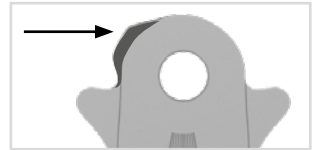

Fig. 31
Si vous n'avez pas besoin des options de transformation (voir paragraphe 11), vous pouvez limer complètement le crochet sur la ligne verticale (Fig. 31 et 32).
- 1 Poncez l'étrier de pied modulaire suivant le repère laser (Fig. 31 et 32).